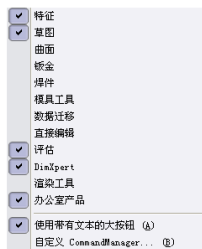

图 1-4 快捷菜单
1.1 上任意单击鼠标右键，弹出快捷菜单，如图 1-4 所示，选择需要显示的选项，即可将该选项添加至界面选项卡中。